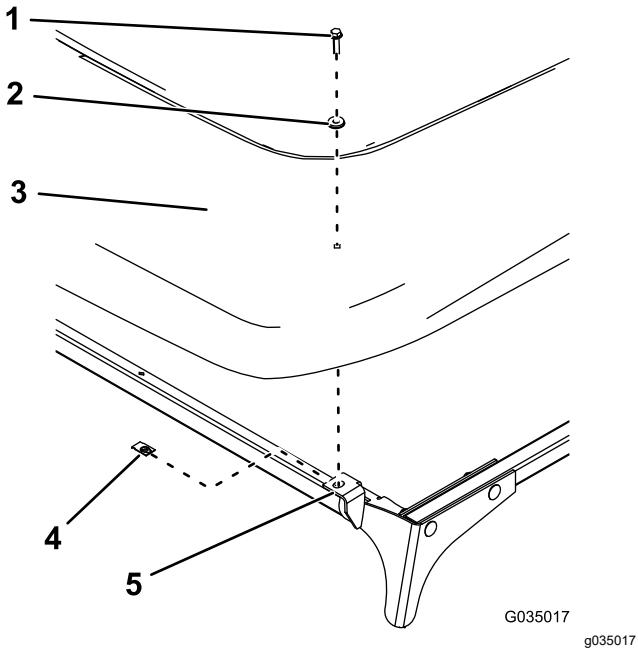

Figura 64
1. Installate il parasole sulle piastre anteriori utilizzando 2 graffette, 2 rondelle di tenuta e 2 bulloni esagonali flangiati (1/4" x 1"), come mostrato nella Figura 64.